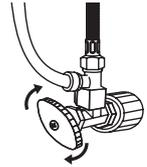

Figura 23.
1. Cierra la válvula angular de alimentación del agua (ver Figura 23).